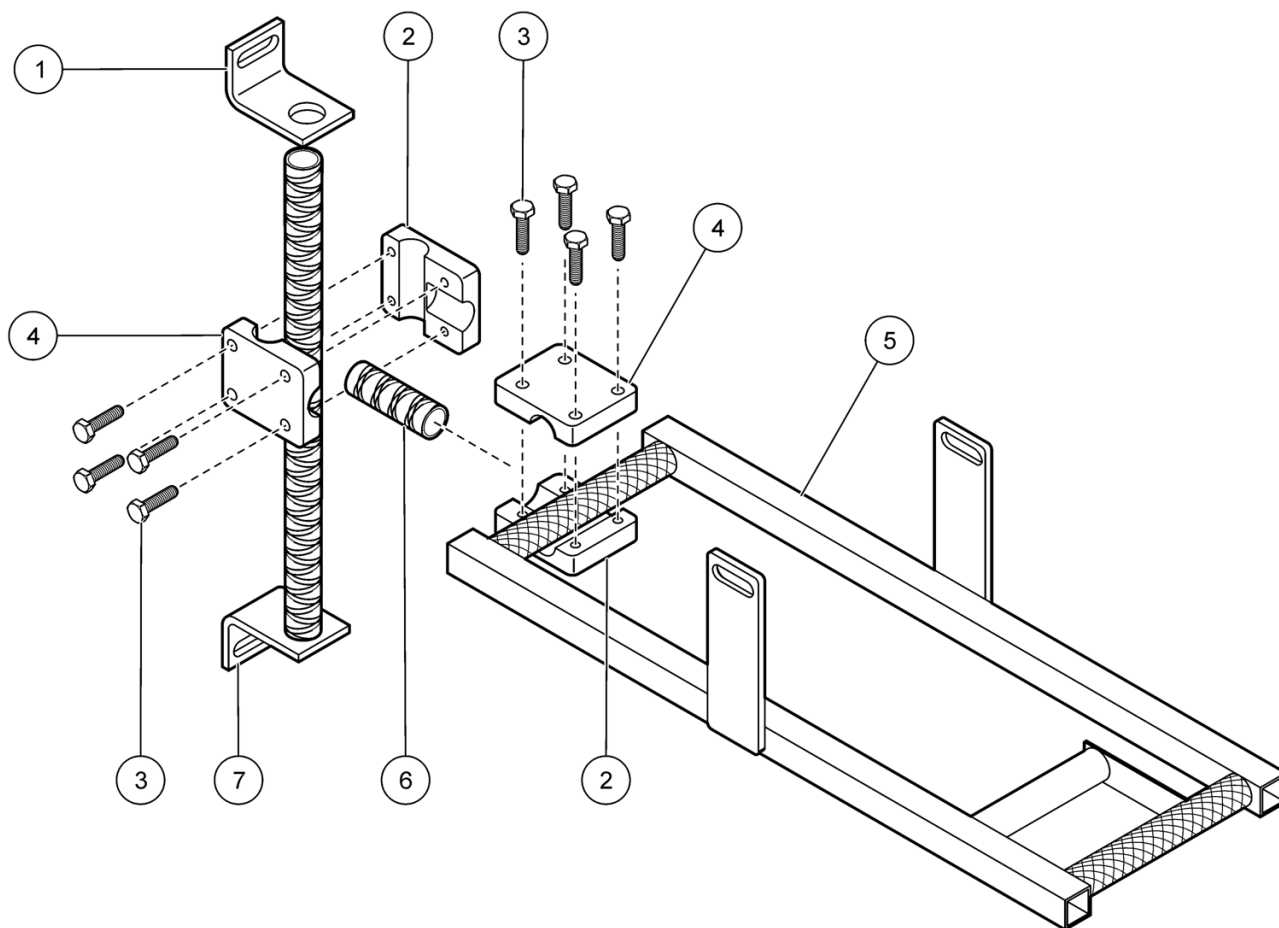
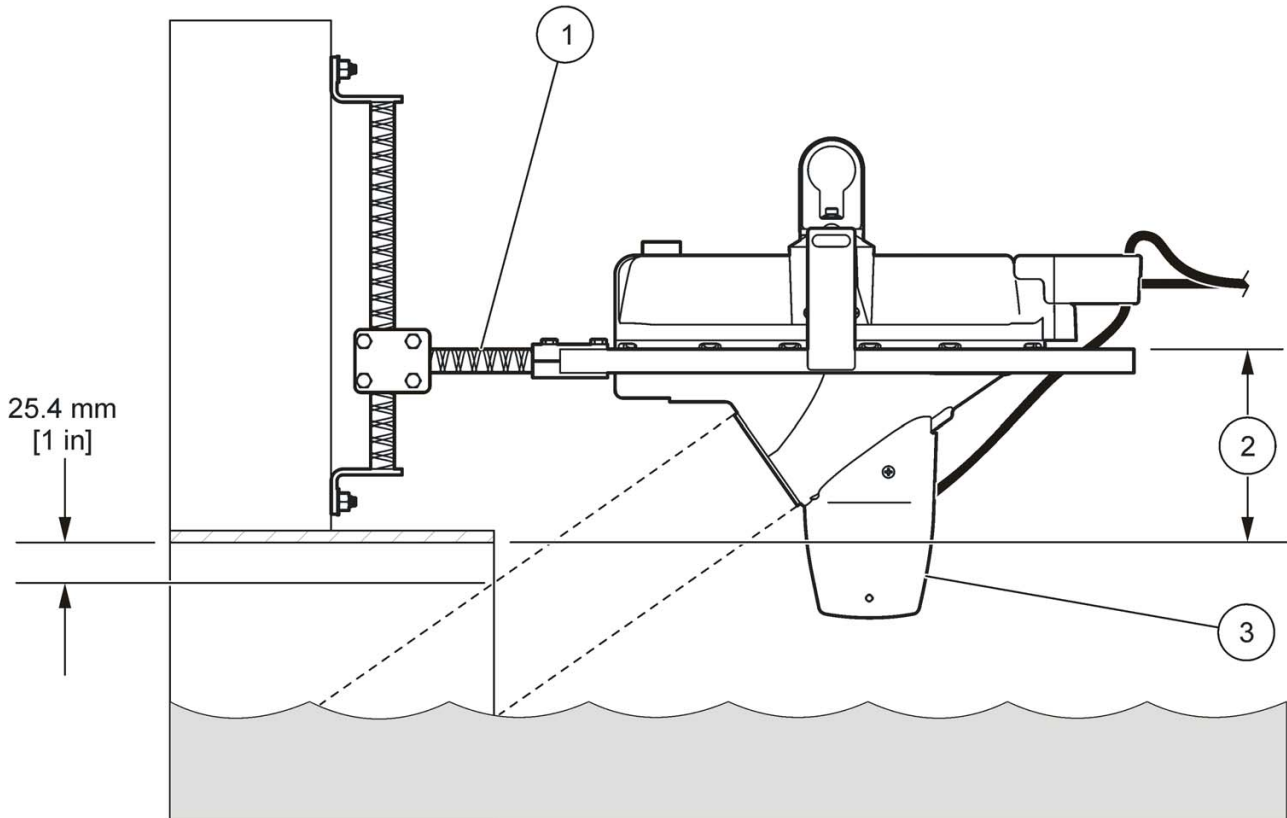

Abbildung 8 Schellen an Wandhalter und Rahmen angebracht
Abbildung 12 Vertikale Ausrichtung des Flo-Dar Sensors mit SVS
- 1.3 Positionieren Sie zwei Halbschellen (eine mit Gewinde und eine ohne) um die Wandhalterung, wie in Abbildung 8 gezeigt.
3.3 Positionieren Sie die beiden anderen Halbschellen um die Vorderkante des Rahmens, wie in Abbildung 8 gezeigt.
Hinweis: In den meisten Fällen weist die Vorderseite des Rahmens zur Wand, wie in Abbildung 8 gezeigt (siehe auch Abbildung 12 auf Seite 22). Wenn es die Strömungsbedingungen erfordern, dass der Sensor von der Wand weg weist, verwenden Sie den 30,5 cm-Abstandsbolzen, und positionieren Sie die beiden Halbschellen um die hintere Kante des Rahmens.
2.3 Wenn der Rohrüberstand länger ist als 14 cm (5½ Zoll), installieren Sie den 30,5 cm-Abstandsbolzen zwischen der Wandhalterung und dem Rahmen (Abbildung 12).